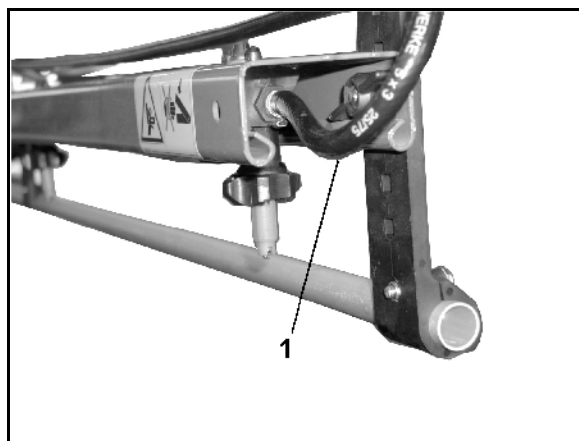

Fig. 85
- permite, estando conectado, una circulación permanente de líquido en la tubería de rociado. Para ello está asignada a cada ancho parcial una conexión de manguera de lavado (Fig. 85/1).
- una conexión para manguera de lavado (Fig. 85/1) por ancho parcial.